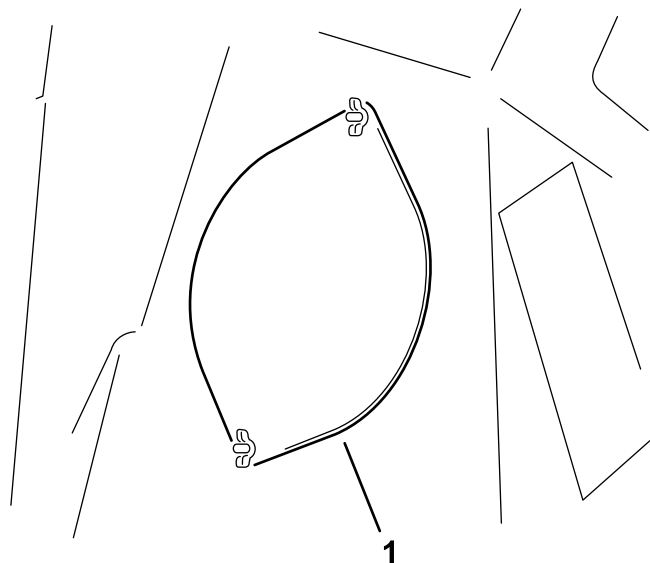

Рисунок 31
3. Ослабьте 2 барашковые гайки крепления монтажной крышки (Рисунок 31).